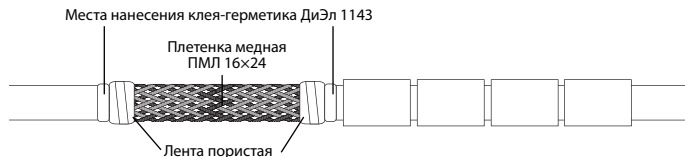

Рис. 7
5.11. Расправить экранирующие оплетки с двух сторон соединения и надеть сверху пленку медную ПМЛ 16×24 длиной 140 мм. Оплетки от ленты пустить поверх натянутого чулка и равномерно расправить соединение. На середину соединений намотать плотно припой ПОСК 50-18. Полученное соединение сверху закрыть лентой пористой и прогреть до расплавления воздушным термопистолетом ($T=350\text{ }^{\circ}\text{C}$) (рис. 7).
5.12. Ленту пористую снять и проверить качество соединения. Припой должен расплавиться и образовать кольцо вокруг оплеток. Если припой не расплавился, операцию повторить, снова намотав ленту на припой. Затем нанести клей-герметик силиконовый ДиЭл 1143 в указанных местах (рис. 7).